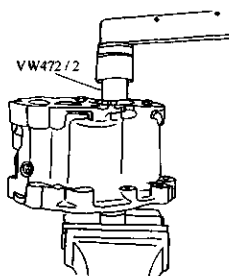

图 3-122 拧紧螺母
4) 将输出轴用铝质的夹具固定在台虎钳上，装上螺母并用  $100\text{N}\cdot\text{m}$  的力矩拧紧，如图 3-122 所示。